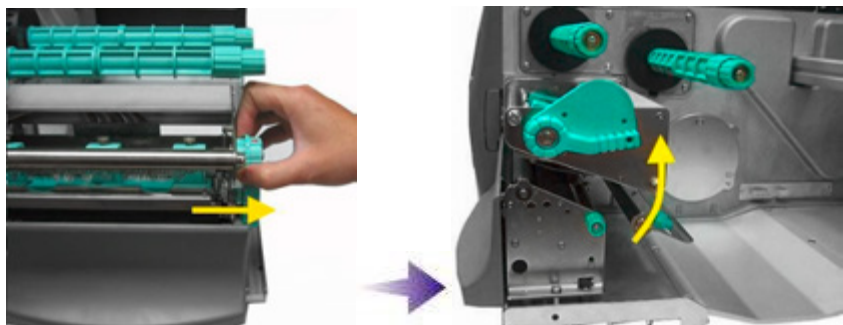

Abb. 5.2.1.h Druckkopf-Andruckhebel herausziehen und hoch schwenken (entgegen dem Uhrzeigersinn).
11. Schieben Sie die Materialführung an die äußerste Position (vergleiche Abbildung 5.2.1.j).